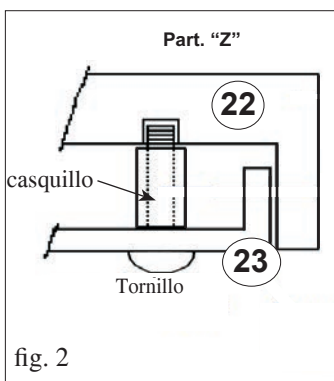

fig. 2
Para un correcto funcionamiento de la parte frontal anterior superior (22) es necesario interponer entre esta y la parte frontal (23) el casquillo que se suministra, como se indica en la figura "Z" (fig. 2).